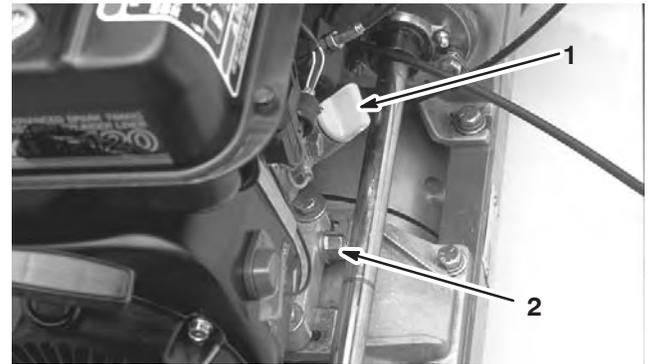

Figure 28
2. Nettoyez la surface autour de la jauge d'huile (Fig. 28).
2. Placez un bac de vidange sous le bouchon de vidange à l'arrière de la machine (Fig. 28).